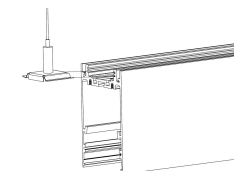

Рисунок 2
- Установите комплект подвесов (не входит в комплект поставки, дюбели и установочные саморезы подбираются самостоятельно в зависимости от монтажной поверхности и не входят в комплект поставки. Монтажное отверстие в крепежной втулке для подвеса имеет диаметр 5мм и рассчитано для самонарезных винтов с потайной головкой. Нагрузка на трос составляет не более 10 кг и определяется весом светильника) в паз на верхней части корпуса светильника (Рисунок 2);